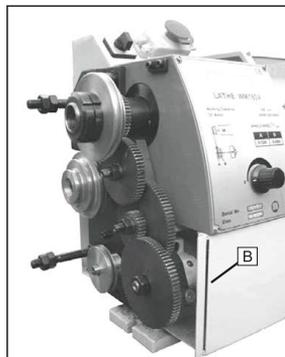
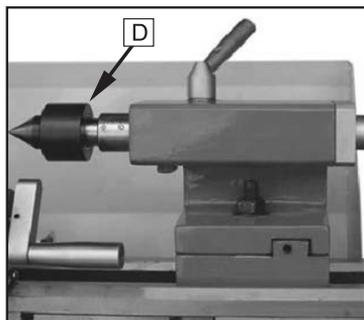

Рис. 19
Рис. 29
3. Ослабить фиксирующий винт (В, Рис. 19) на квадранте.
4. Отвести квадрант (С, Рис. 19) вправо.
5. Отвернуть гайку (D, Рис. 29) от ходового винта или гайки (Е, Рис. 19) от болтов квадранта, чтобы снять передние сменные шестерни.
Вращающийся центр установлен на шариковых подшипниках. Его использование рекомендуется для вращения на скорости более 600 об/мин. (Рис. 29)